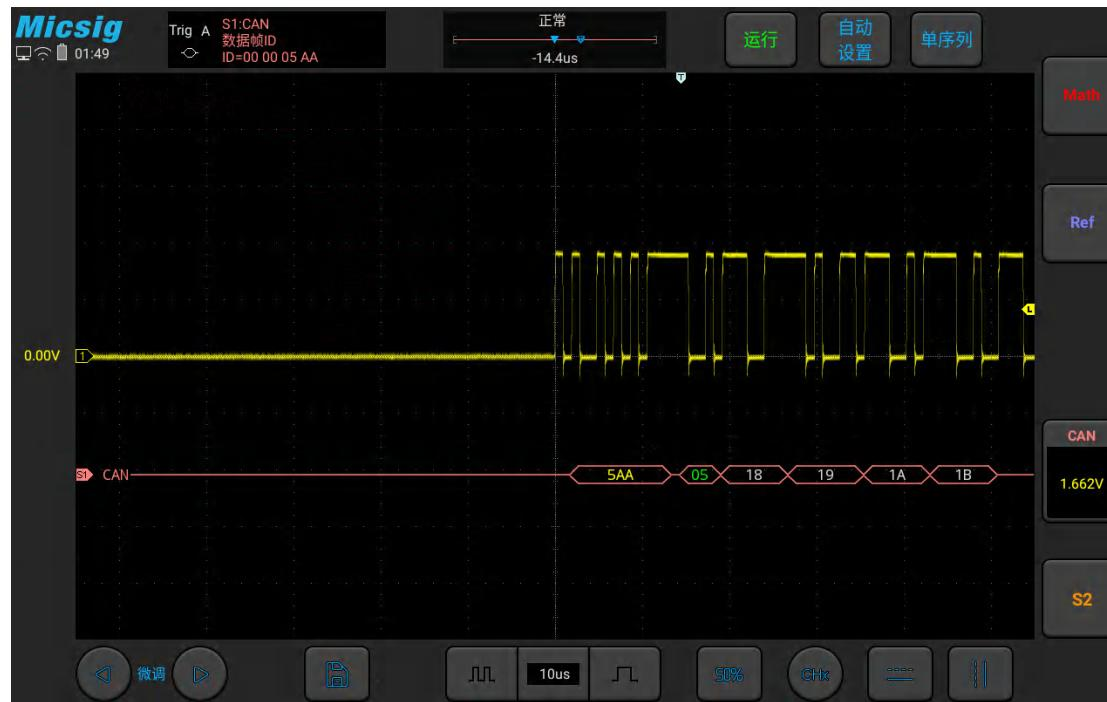

图11-16 CAN 图形界面
- (3) 打开触发方式配置菜单，点选“帧起始”；
- (4) 依据信号幅值调节阈值电平； CAN 触发图形界面见图 11-16：